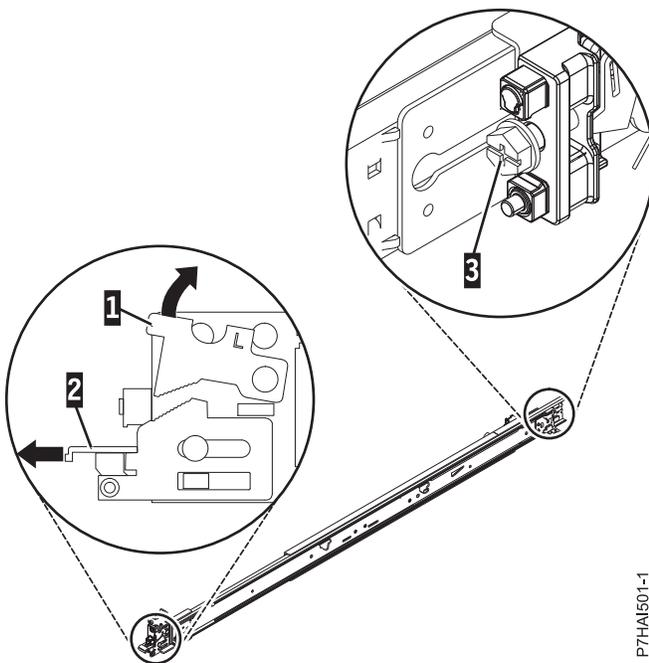

図 2. 前部ラッチを開いて後部のねじを取り外す
2. 前面のロックング・タブ **(1)** を押し上げて、レールの前部にある前面ラッチ **(2)** を引き出します。次に、レール **(3)** の後部からねじを取り外します。詳しくは、図 2を参照してください。